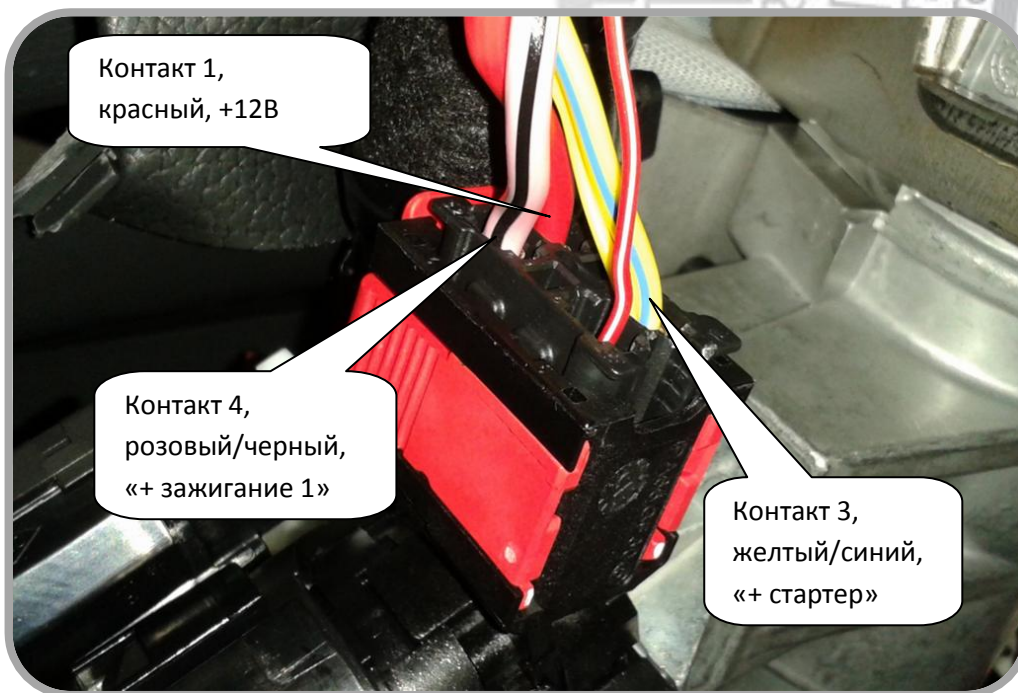

Рис. 5: - Подключение цепей автоматического запуска.
Для подключения датчика зажигания зеленый провод разъема CN4 системы Scher-Khan Magicar 13(14) подключить к проводу «+ зажигание», например, подключить к розовому/черному проводу контакта 4 разъема замка зажигания. См. рис. 5.
- жёлтый провод разъема CN2 системы Scher-Khan Magicar 13 подключить к желтому/синему проводу контакта 3 разъема замка зажигания («стартер») (см. общую схему и рис. 5).
Положительный вход питания сигнализации – красный провод разъема CN1 системы Scher-Khan Magicar 13(14) через предохранитель 5А (входит в комплект сигнализации) подключается к проводу идущему от положительной клеммы АКБ. Например, питание можно подключить к красному проводу на замке зажигания (см. рис. 5). Также возможно подключение к красному проводу за блоком предохранителей салона слева. См. рис. 15. Или к красному проводу контакта 12 коричневого 12-конт разъема ЦЭКБС, см. рис. 10.